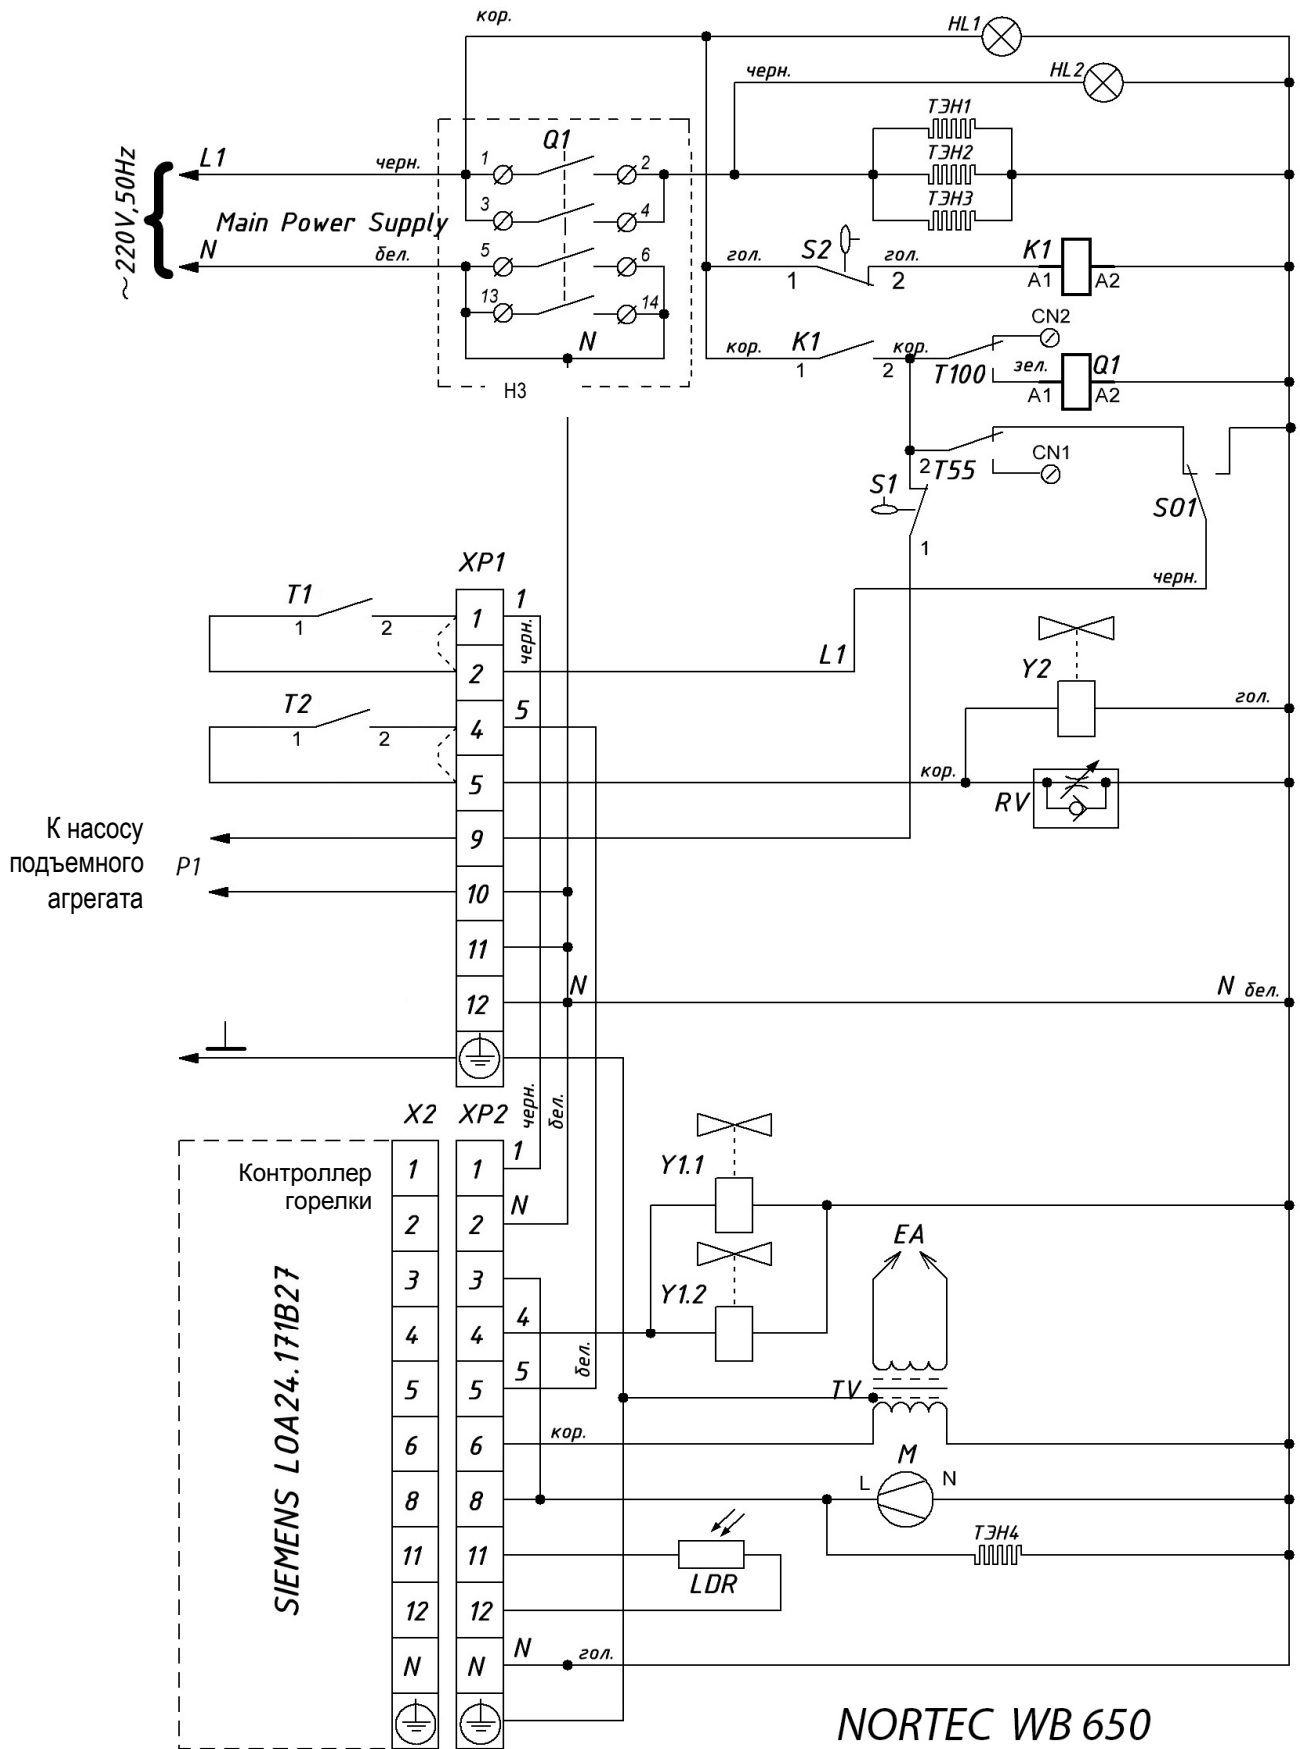

Рис. 10. Электрическая схема горелок NORTEC WB 650
Электрическое подсоединение подъемного агрегата производится согласно электрической схеме горелки (рис. 10 или 11).
2. Подсоедините кабель от насоса подъемного агрегата к соответствующим контактам внешней части разъема горелки (рис. 10, 11)
3. Подключите внешний термостат безопасности и термостат отопительного прибора в разрыв питающей цепи, как показано на рис. 10, 11.
5. Подключите цепь питания к внешней части разъема горелки согласно рис. 10, 11.